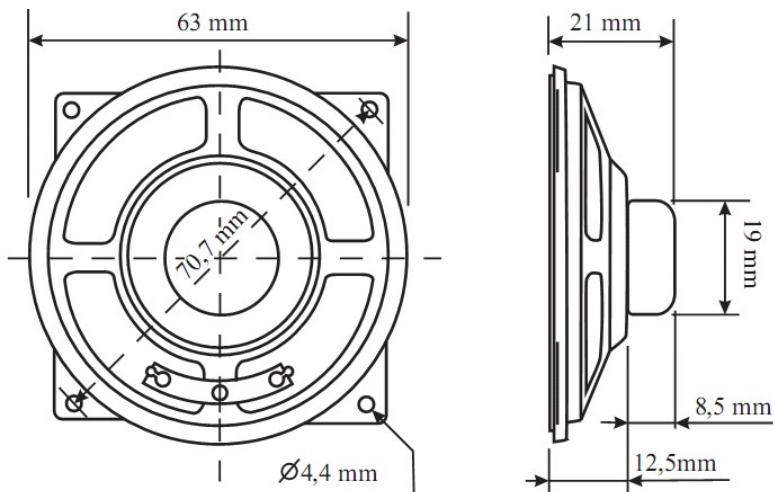

Рис.4. Громкоговоритель
7.3 Подключить громкоговоритель к разъему XT2. Внешний вид и габаритные размеры громкоговорителя показаны на рис.4.